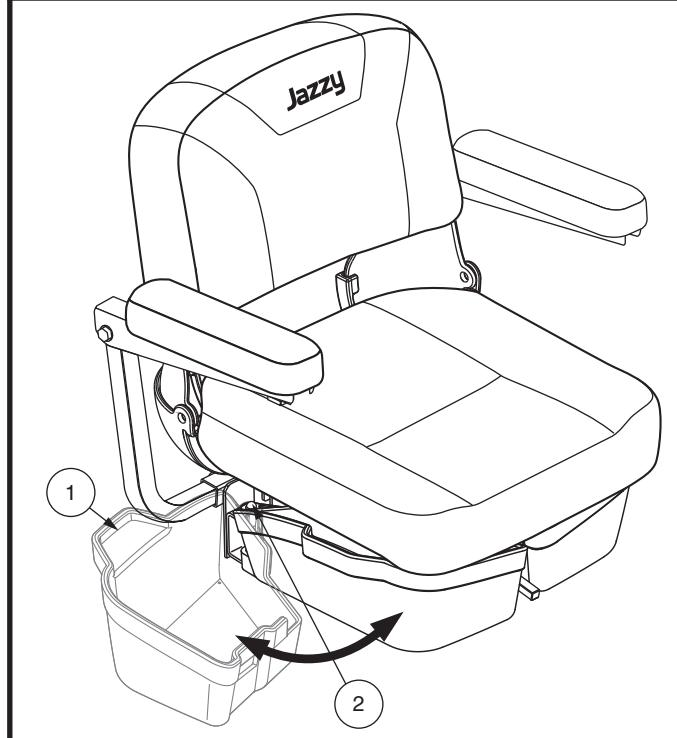

Figura 27. Vano portaoggetti sotto il sedile
1. Sollevare leggermente il punto di presa sul lato del cestello portaoggetti (**vedere figura 27**) e far scivolare il cestello fuori dalla miniscooter.
1. Sollevare leggermente il punto di presa posto sul lato del cestello portaoggetti (**vedere figura 27**) e far scivolare completamente il cestello fuori dalla miniscooter.
2. Se è dotato, rimuovere lo portaoggetti sotto il sedile. Vedere la figura 27.
7. Se è dotato, togliere lo portaoggetti sotto il sedile. **Vedere figura 27.**